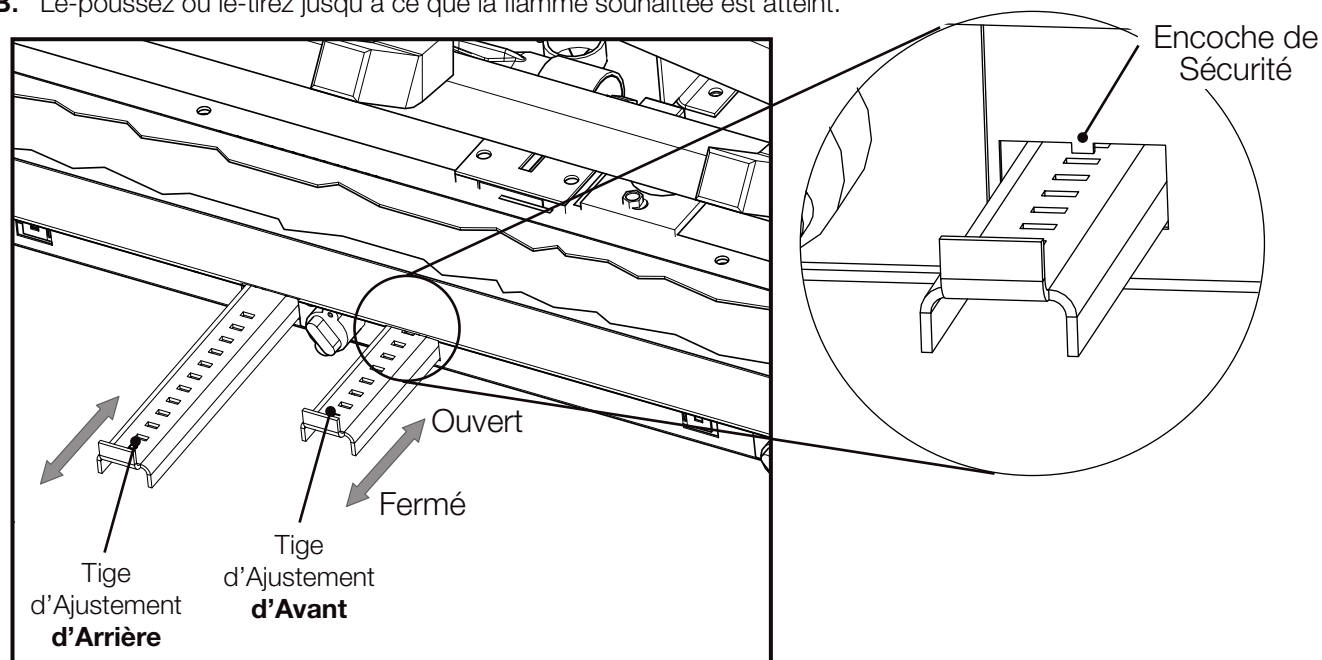

Fig. 1
Le réglage de l'air fin doit être effectué à l'aide du levier pour obtenir la flamme souhaitée (**FIG. 1**).
- A. Placez le tige d'ajustment dans le milieu de l'ouverture afin de le-dégager les encoches de sécurité (**Fig. 1**).
- Retirez les 4 vis servant à fixer l'assemblage de bûche. Le retirez et mettez de côté (**Fig. 1**).